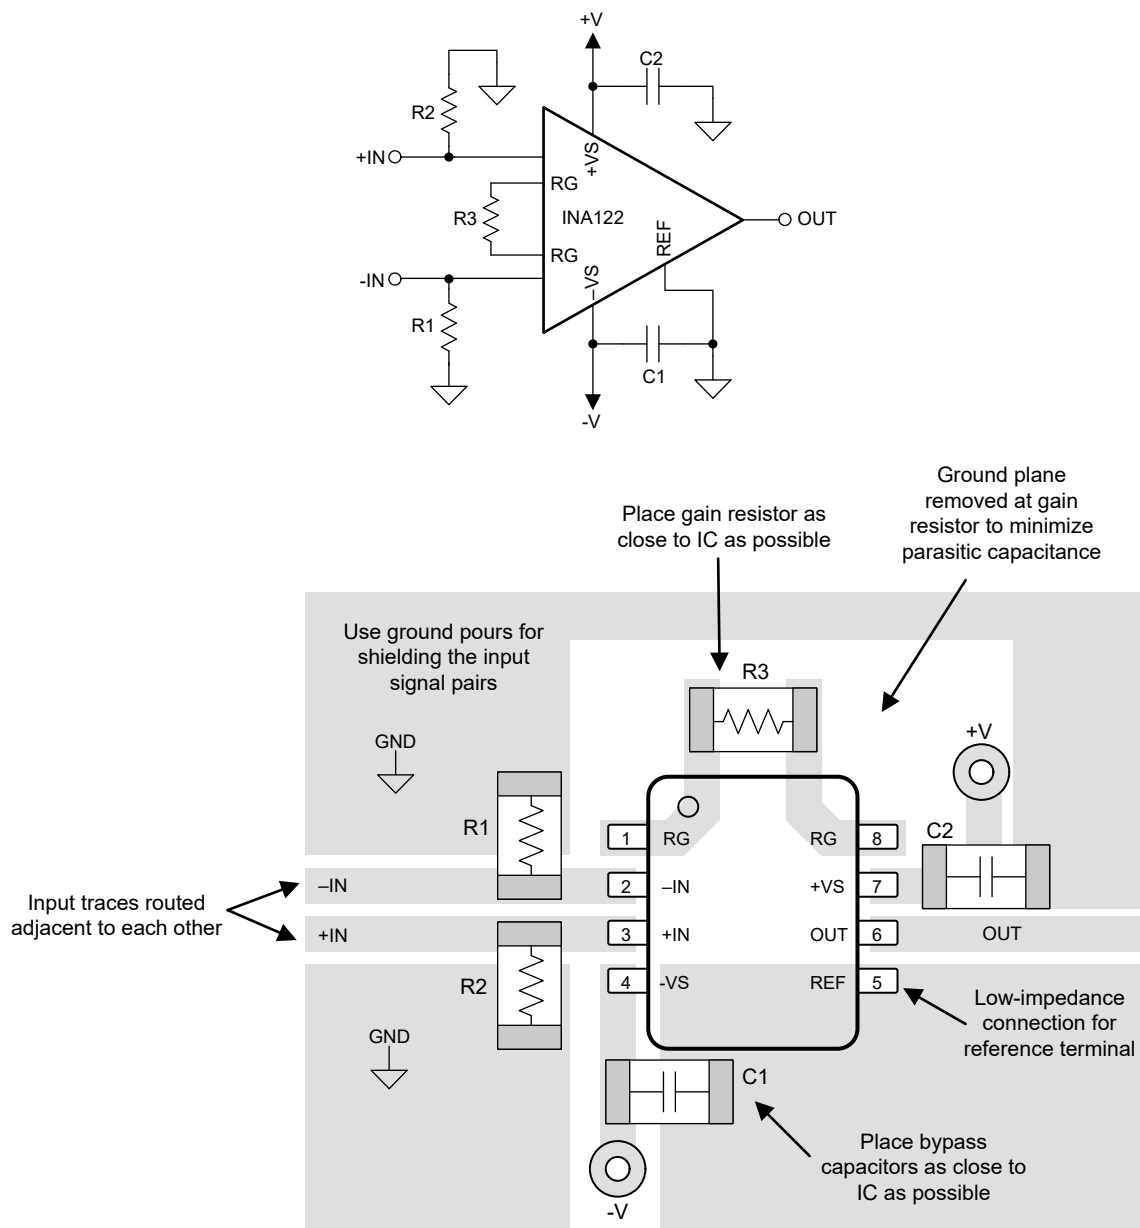

图 7-6. 原理图和 PCB 布局示例
- 外部元件应尽量靠近器件放置。如图 7-6 所示，使  $R_G$  靠近器件可更大限度减小寄生电容。